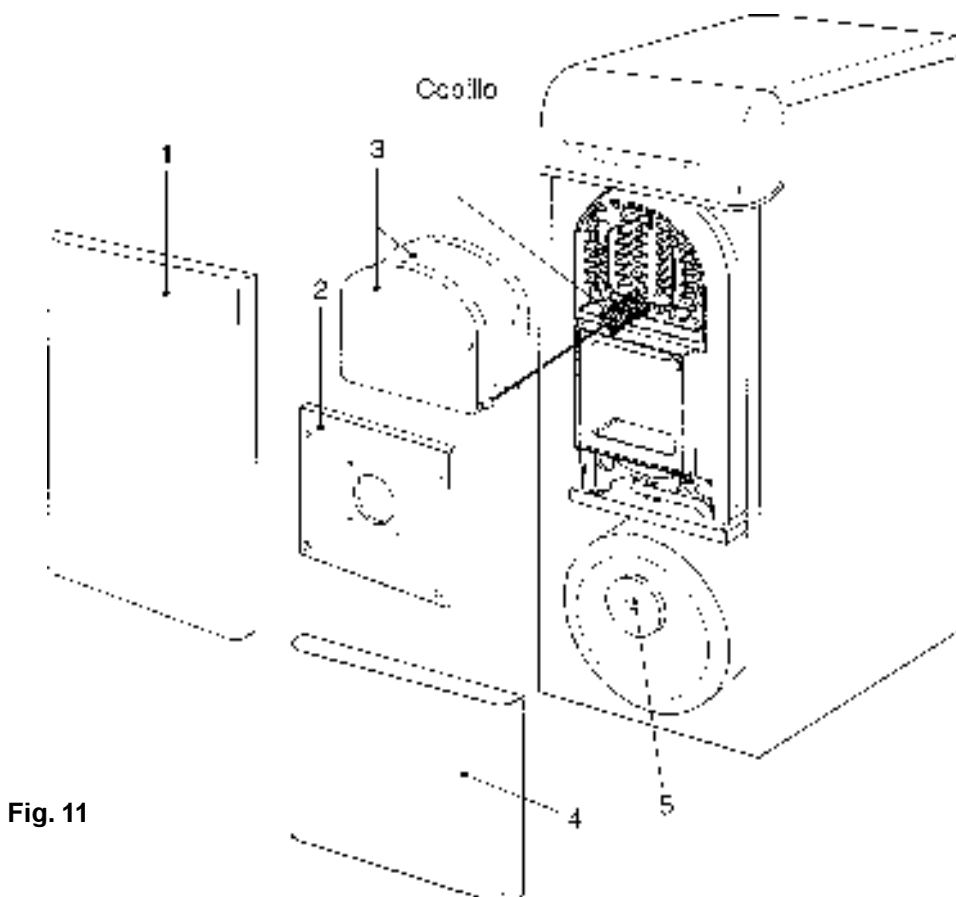

Fig. 11
- Sacar el panel de enfrente del acumulador (4 - fig. 11).
- Controlar el grado de deterioro del ánodo de magnesio (5 - fig. 11).